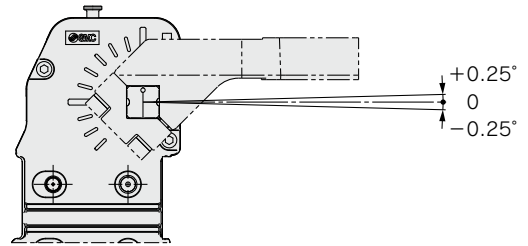

図1
- 2) クランプ端において図1のように -0.25° から $+0.25^\circ$ の機差があります。必ず外部でシム調整をしてください。P.48参照。